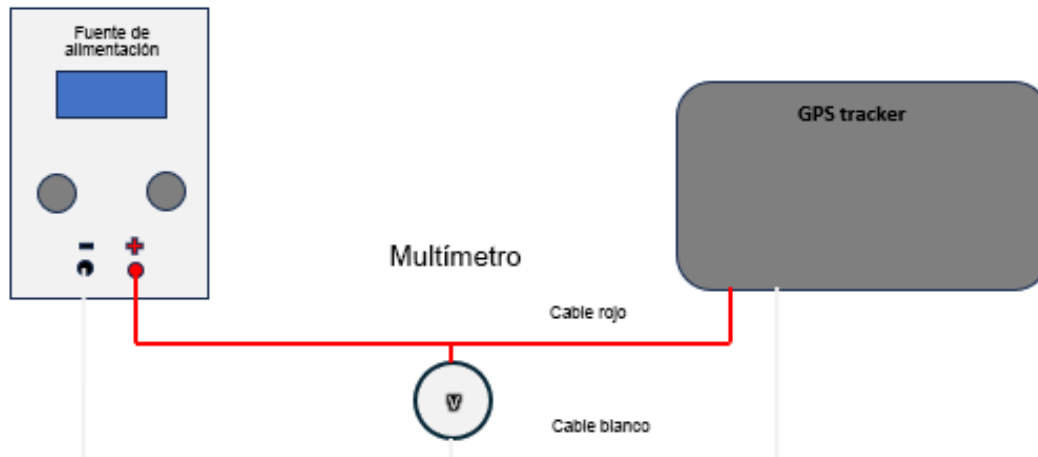

Fig.1 Diagrama de conexión
3. Monte el circuito de conexión de acuerdo con la "Fig. 1 Diagrama de conexión".